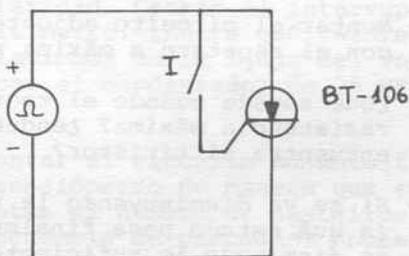

Fig. 66
- Montar el circuito adjunto (fig.66 ). Identificar previamente los tres bornes del tiristor y los polos positivo y negativo del ohmímetro.